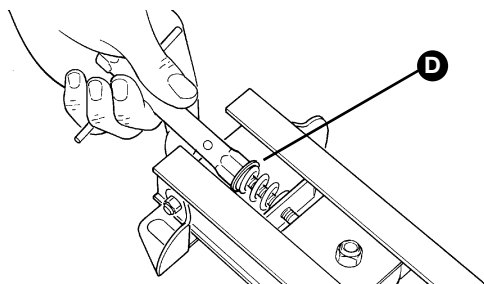

Figure 26
- 1 Dévisser complètement l'écrou M8 [D], comme indiqué sur la figure 26